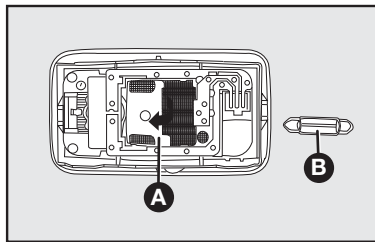

fig. 22
- Abrir a tampa **A-fig. 22** no sentido indicado pela seta.
- Retirar a lâmpada exercendo uma leve pressão para o lado direito (lado da mola de retenção) **B-fig. 22** e substituí-la.